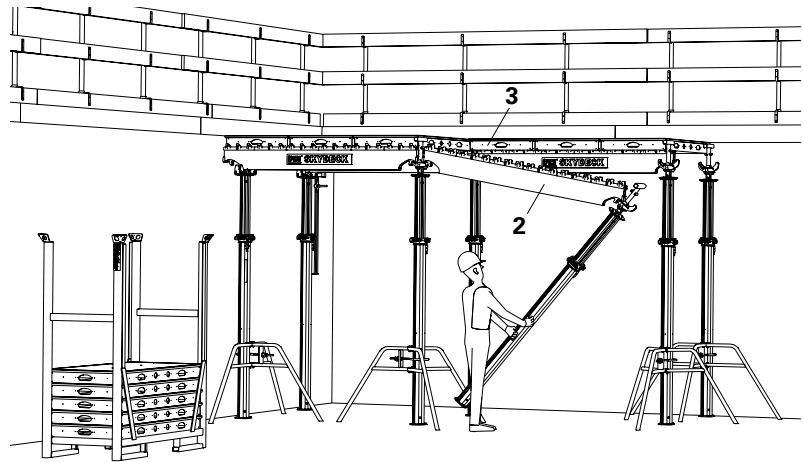
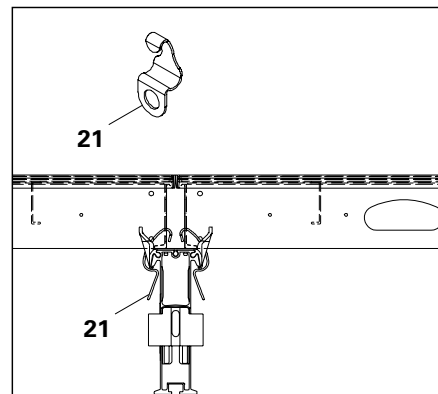

Fig. A4.15
Fig. A4.16
- Contreventement (Fig. A4.16)
1. Attacher la poutrelle SLT 225 (2) à la Tête de Décintrement.
2. Connecter l'étau à la Tête de Décintrement SFK dans la poutrelles relevée. (Fig. A4.15)
4. Installer les panneaux (3).